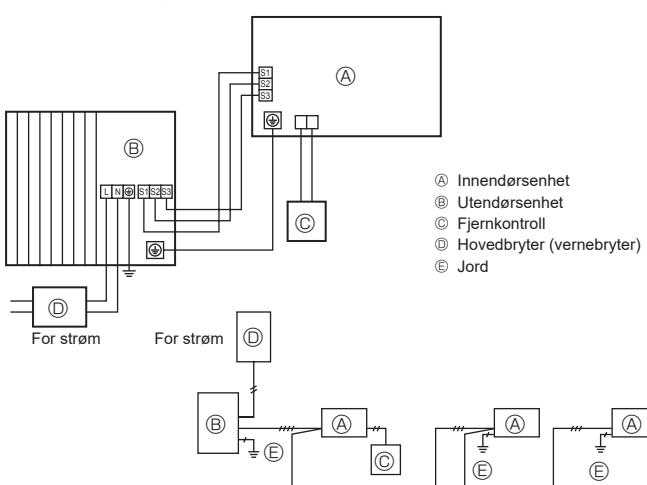

Fig. 6-1
6.1. Utendørsenhet (Fig. 6-1, Fig. 6-2)
- ① Fjern servicepanelet.
- ② Koble til kablene med henvisning til Fig. 6-1 og Fig. 6-2.